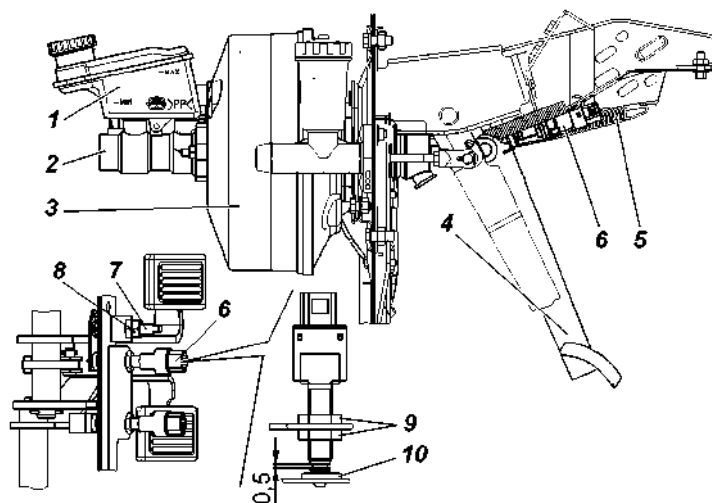

Рис. 9.34. Привод главного цилиндра:
**Свободный ход педали тормоза.** При необходимости вращением регулировочного винта 7 (рис. 9.34) выберите зазор в соединении: вилка толкателя вакуумного усилителя- палец-рычаг привода тормоза. Свободный ход педали должен быть 5-8 мм.